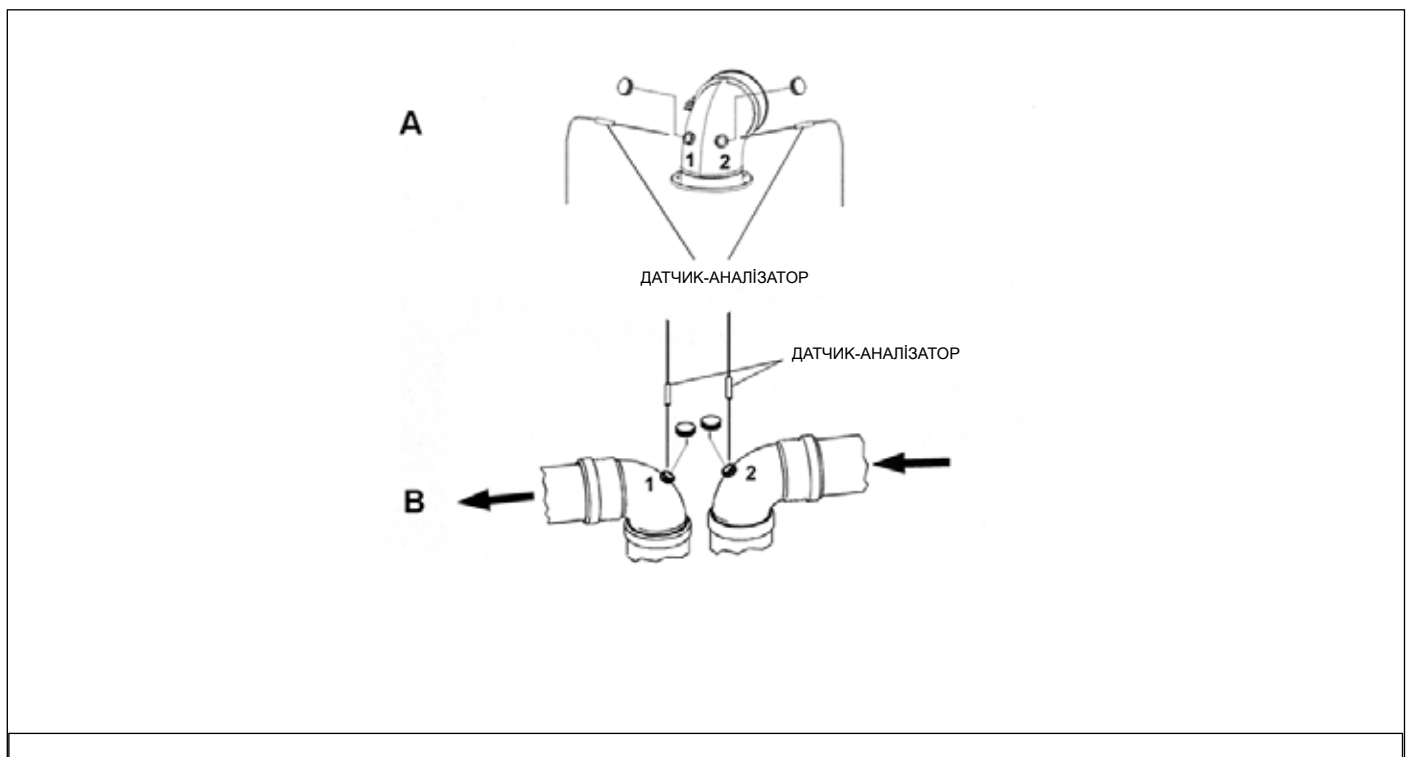

Рис. 16 Точки введення зондів при вимірюванні ККД
- виміряти температуру повітря через отвір 1 (див. відпов. (A) Рис. 16 Точки введення зондів при вимірюванні ККД , для котлів з закритою камерою згоряння з димохідом обладнаним пробовідбірниками).
- виміряти температуру димових газів і вміст CO₂ через отвір 2 (див. відпов. (A) Рис. 16 Точки введення зондів при вимірюванні ККД , для котлів з закритою камерою згоряння з димохідом обладнаним пробовідбірниками).
- виміряти температуру повітря через отвір 2 (див. відпов. (B) Рис. 16 Точки введення зондів при вимірюванні ККД , для закритої камери згоряння з димохідом обладнаним пробовідбірниками).
- виміряти температуру димових газів і вміст CO₂ через отвір 1 (див. відпов. (B) Рис. 16 Точки введення зондів при вимірюванні ККД , для котлів з закритою камерою згоряння з димохідом обладнаним пробовідбірниками).